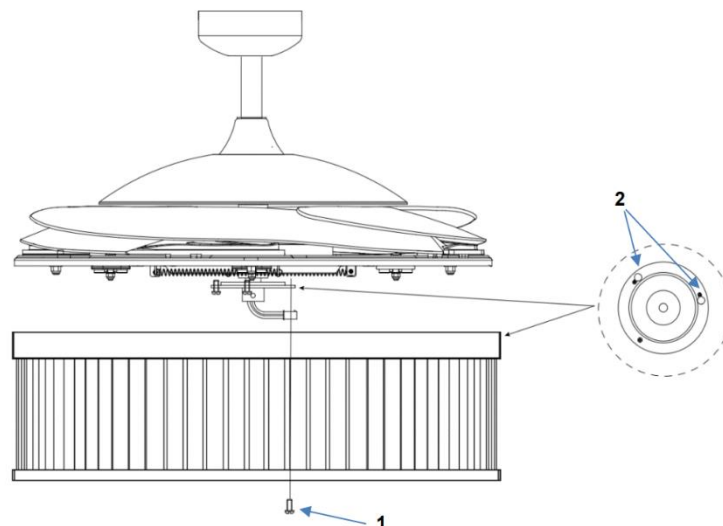

Fig. 7
INSTALACIÓN DEL KIT DE ILUMINACIÓN (Fig. 7 y 8)
1. Afloje el tornillo (1) del soporte del ventilador. Alinee los dos tornillos ranurados con las ranuras de la bocallave (2) del soporte de la pantalla de la lámpara. (Fig. 7)
2. Gire la pantalla de la lámpara en sentido antihorario hasta que los tornillos ranurados queden firmes en el extremo de las ranuras (2).
3. Fije el tornillo (1) al soporte de la pantalla de la lámpara. Apriete los tres tornillos. No los apriete en exceso.